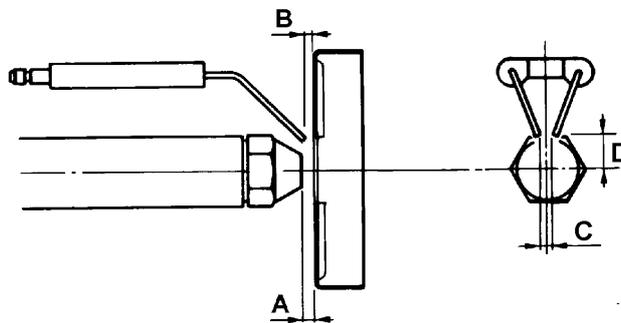

Рис. 20
- контроль электродов зажигания и соответствующих керамических изоляторов, очистка, при необходимости наладка и замена (см. Рис. 20).